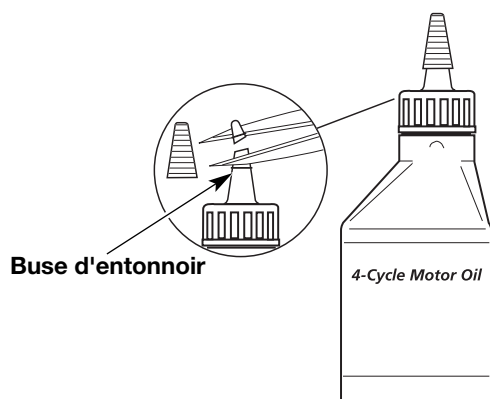

Figure 6
Votre appareil est livré avec une bouteille d'huile SAE 30 SF, SG, SH de 90 ml (3,04 oz) (Fig. 6).
1. Dévisser le bouchon de la bouteille d'huile et retirez le papier couvrant l'ouverture. Remplacez le bouchon. Coupez la pointe de la buse de l'entonnoir (Fig. 6).